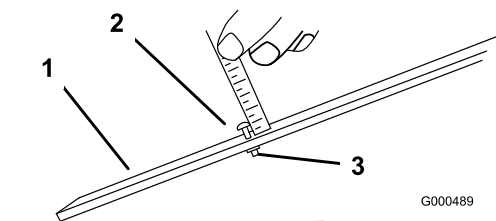

Figure 57
2. Desserrez l'écrou du gabarit (Figure 57) et tournez la vis de réglage de manière à obtenir la hauteur de coupe voulue. L'écartement entre la base de la tête de la vis et la face du gabarit correspond à la hauteur de coupe.